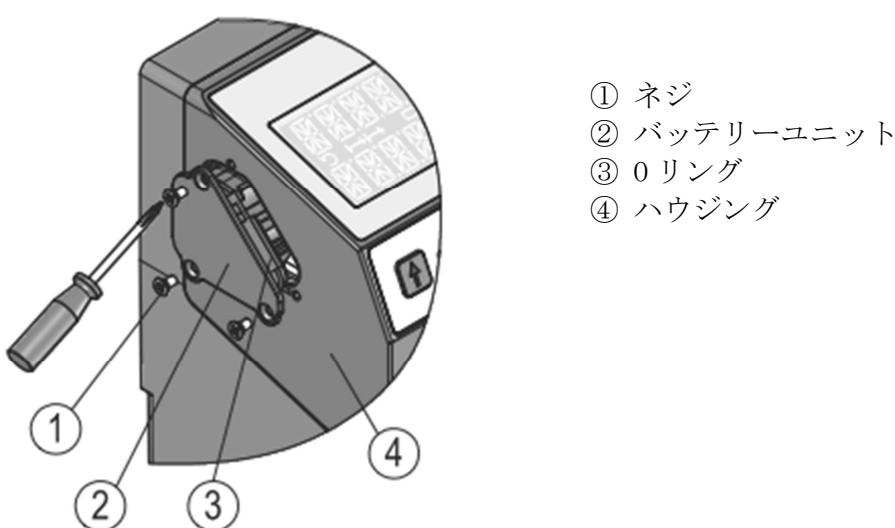

図5：バッテリー交換
△注意	デバイスの故障 (図5参照) 適切に交換作業を行わない場合、本来の保護等級を保持できません。 ▶ 0リング③が正しく取り付けられているかを確認してください。 ▶ バッテリーユニット②がハウジング④に完全に挿入されるまで、ネジ①を均等に締めます。
### 取り外し (図5参照)
### 取り付け (図5参照)